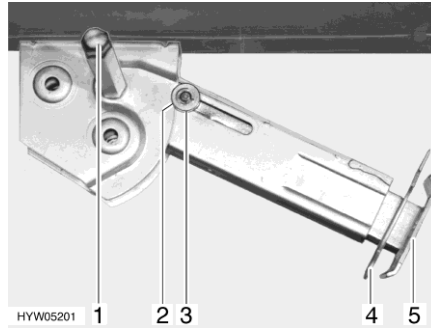

Fig. 42 Piedino di stazionamento
- Inserire la chiave a tubo nell'esagonale (Fig. 42,1) e ruotare fino a quando il piedino di stazionamento non si trova in posizione verticale verso il basso.
- Estrarre la copiglia (Fig. 42,4) dal prolungamento dell'estremità del piedino (Fig. 42,5).
- Inserire la chiave a tubo nell'esagonale (Fig. 42,1) e ruotare fino a quando il piedino di stazionamento non si stacca dal terreno.
- Spingere completamente all'interno il prolungamento dell'estremità del piedino (Fig. 42,5) e inserire la copiglia (Fig. 42,4) nel foro apposito.
- Ruotare la chiave a tubo nell'esagonale (Fig. 42,1), fino a quando il piedino di stazionamento non è sollevato verso l'alto e la guida (Fig. 42,3) è rientrata totalmente nell'intaglio (Fig. 42,2).